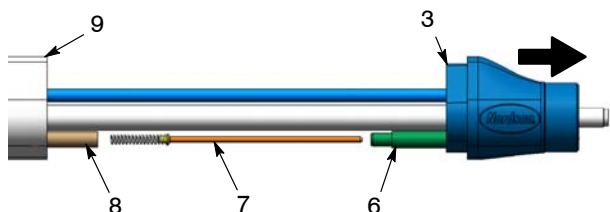

Figura 25 Demontarea rezistorului - Pistoale montate pe tub
**Pistoale montate pe tub:** A se vedea Figura 25. Trageți adaptorul (3) din tubul corpului (9) la distanță suficientă pentru a avea acces la ghidajul cablului (8) și la ghidajul rezistorului (6).
1. A se vedea Figura 25 sau 26. Injectați 0,6 cc vaselină electroizolantă în ghidajul rezistorului (6).
4. Pistoale montate pe tub: Culisați ghidajul cablului (8) peste capătul ghidajului rezistorului, apoi împingeți împreună adaptorul (3) și tubul corpului (9).